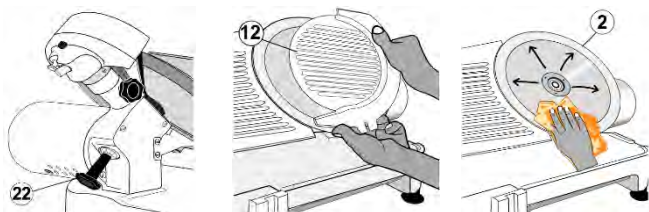

FIG 9. LIMPIEZA DE LA CUCHILLA
C. DISCO-CUCHILLA (Ver Fig. 9).
- 1.- Afloje la perilla para el disco-cuchilla (22) que se encuentra en la parte posterior del equipo.
- 2.- Usando ambas manos, retire el plato protector de cuchilla (12) levantándolo de su posición.
- 3.- Con mucho cuidado, limpie el disco-cuchilla (2) de adentro hacia afuera. Humedezca, limpie y seque las veces que sea necesario.